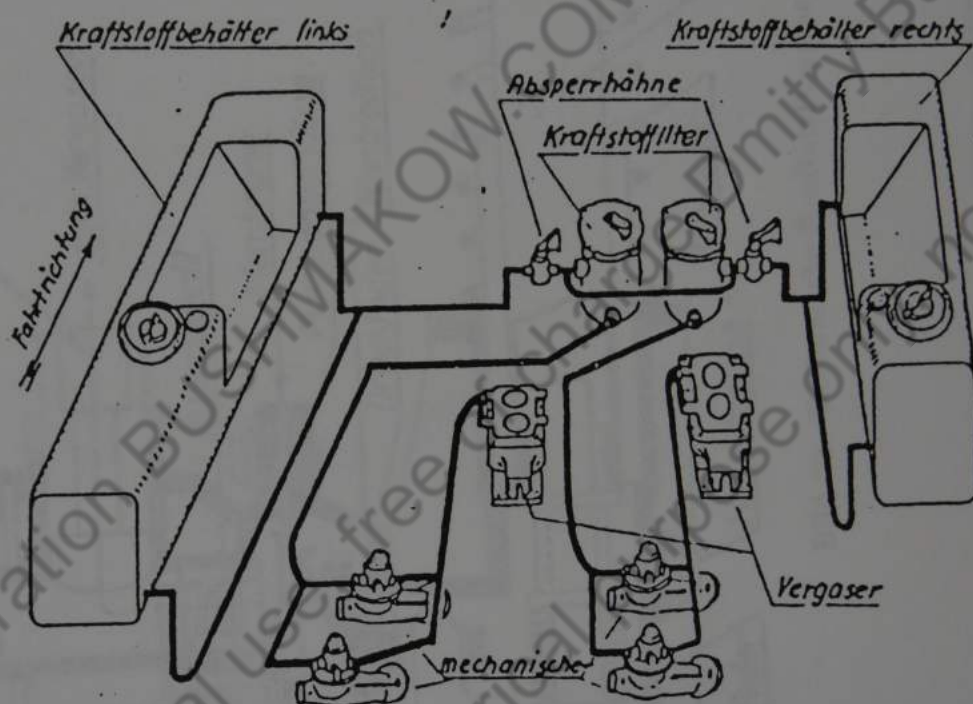

Bild 18 Kraftstofflagerung und Förderung
f) Kraftstofflagerung und Förderung, Bild 18